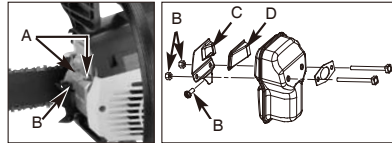

Rys. 16
4. Wyjmij filtr (A) ze zbiornika (Rys. 16).